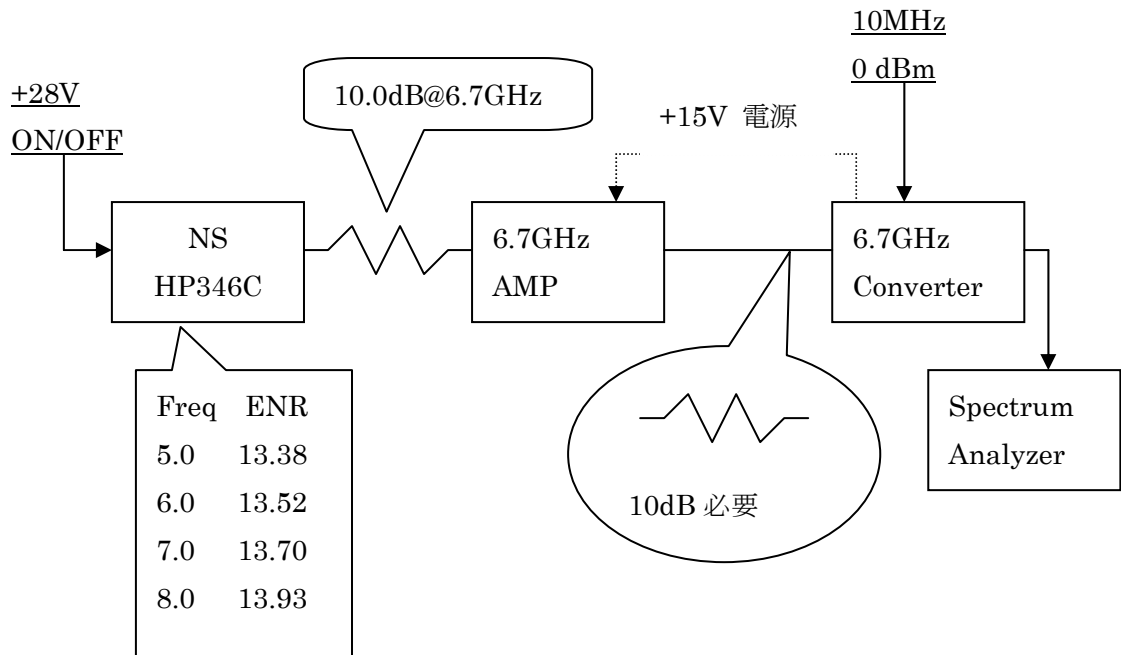

図 1. 接続図
6.7G-AMP と 6.7G-CV を接続して動作試験を行った (図1)。6.7G-AMP 入力部にはノイズソース (HP346C) + 10 dBアッテネータを接続した。